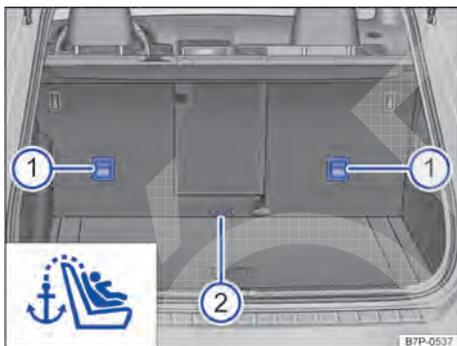

Fig. 8 Olhais de retenção para o cinto de fixação superior no lado posterior do banco traseiro.
- Caso seja fornecido juntamente com a cadeira de criança, enganchar o cinto de fixação superior no respectivo olhal de retenção no encosto do banco traseiro → Fig. 8 ① ou ②. O olhal de retenção ② central deve ser primeiramente puxado um pouco para fora.